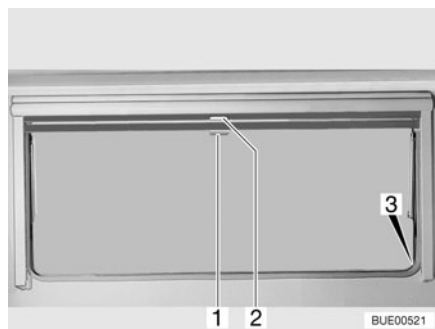

Fig. 56 Fenêtre projetante
- Tirer le store occultant vers le bas en le maintenant par la poignée (Fig. 56,2). Lorsque le store occultant est complètement fermé, l'accrocher des deux côtés du cadre de la fenêtre dans le dispositif de blocage (Fig. 56,3).
- Lorsque le store occultant est complètement fermé : Appuyer sur la poignée (Fig. 56,2) vers le bas tout en la tirant légèrement vers l'intérieur. Décrocher à droite et à gauche le store occultant du dispositif de blocage du cadre de la fenêtre.
- Si le store occultant se trouve dans une position intermédiaire : Tirer la poignée (Fig. 56,2) vers le bas jusqu'à ce que le dispositif de blocage se débloque.
- Tirer la moustiquaire par la poignée (Fig. 56,1) vers le bas et l'accrocher des deux côtés sur le cadre de la fenêtre dans le dispositif de blocage (Fig. 56,3).
- Appuyer sur la poignée (Fig. 56,1) vers le bas tout en la tirant légèrement vers l'intérieur. Décrocher à droite et à gauche la moustiquaire des dispositifs de blocage du cadre de la fenêtre.